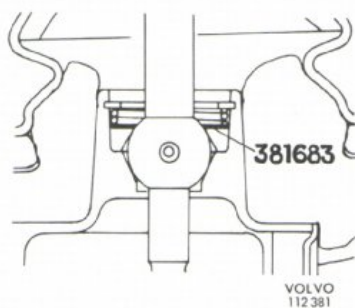
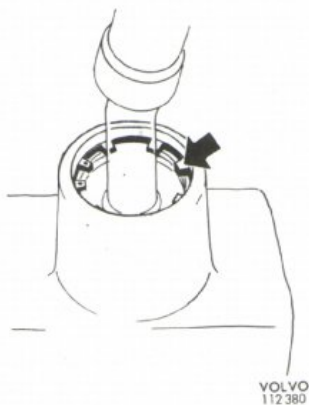

Bild 6
Bild 7
7. Vik tillbaka isoleringsmattan och montera växelspaken. Placera därvid en gummibricka 381 683-2 mellan fjädern och kulskålen, bild 6. Kontrollera att spaken inte kan komma i kontakt med låsringens tänder, i något läge, bild 7.